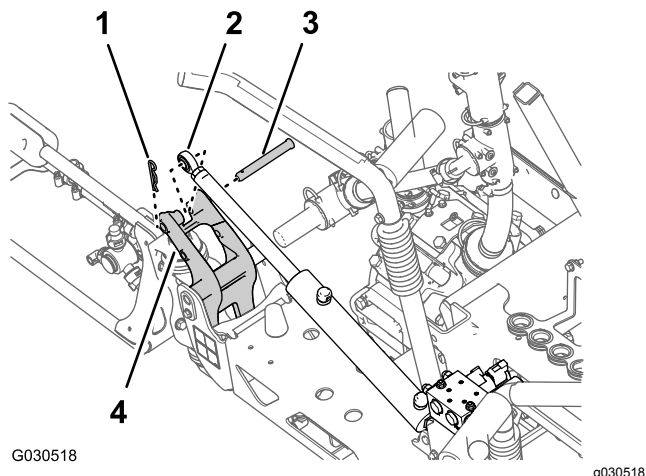

Figure 38
- Retirez la goupille fendue et l'axe de chape qui fixent l'extrémité de la tige du vérin de levage au support de pivot (Figure 38).